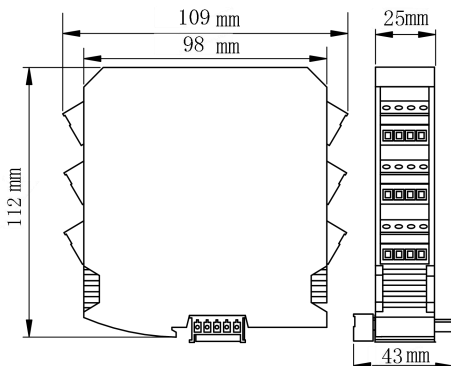

图 E-25 EA155/165/167 外形尺寸图
- EA155/EA165/EA167 外形尺寸如图 E-25 所示。